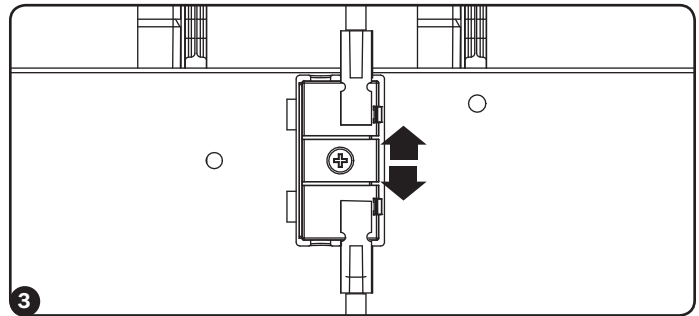
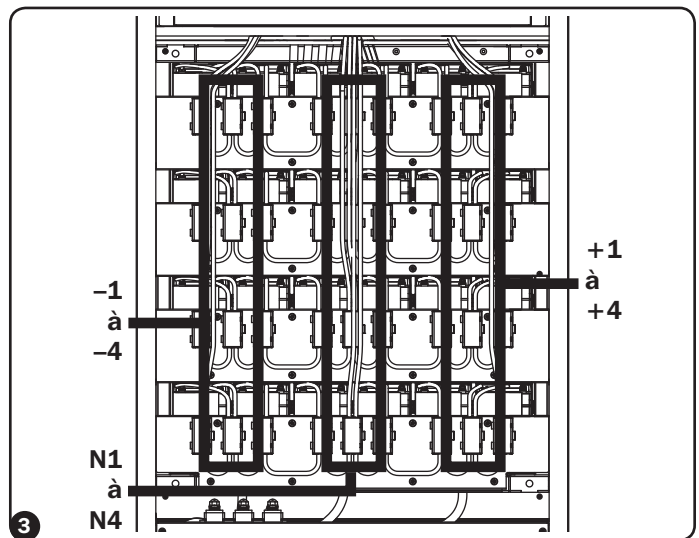

Figure 3-1
Figure 3-2
- 3 Ouvrir les boîtiers des bornes couvrant les bornes des câbles des batteries internes. Débrancher les bornes (Figure 3-1). Se référer à la Figure 3-2 pour l'ensemble de l'installation des batteries.
- 7 Dans l'ordre inverse de l'étape 3 (4,3,2,1), reconnecter les bornes des batteries. Se référer à la Figure 3-2 pour l'ensemble de l'installation des batteries.